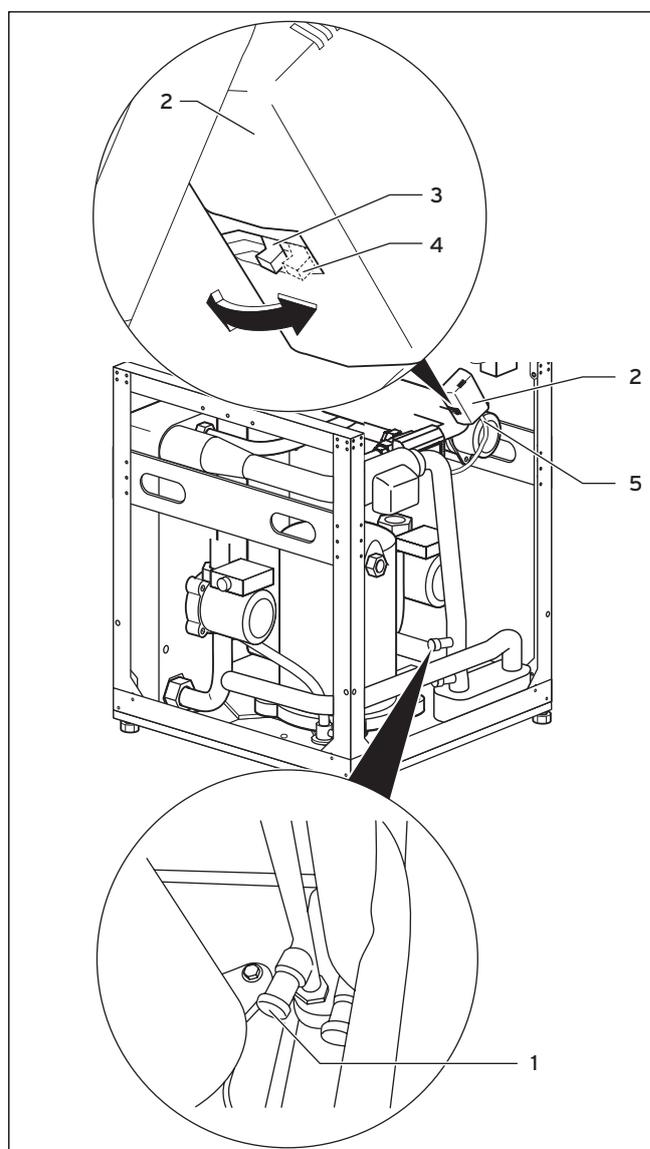

Fig. 5.1 Válvula de conmutación de tres vías y válvula de llenado y vaciado del circuito de calefacción
- Fije el extremo libre de la manguera de llenado a la válvula de llenado y vaciado del circuito de calefacción (véase fig. 5.1, pos. 1).
- Presione la palanca de conmutación blanca (3) en el cabezal del motor de la válvula de conmutación de tres vías de la refrigeración (2) hasta que encastre en la posición central.
El interruptor blanco de la carcasa del motor de la válvula de conmutación de tres vías de la refrigeración debe encontrarse en la posición de partida (fig. 5.1, pos. 4).